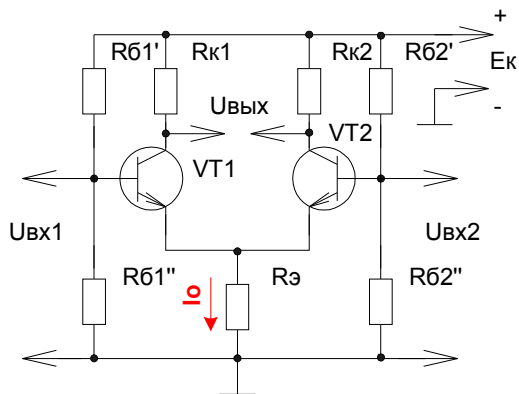

Рис. 256
**2) Дифференциальный каскад УПТ.** Дифференциальным каскадом УПТ называется усилитель разности напряжений (смотрите рисунок 256).  $R_{k1} = R_{k2} = R_k$ .